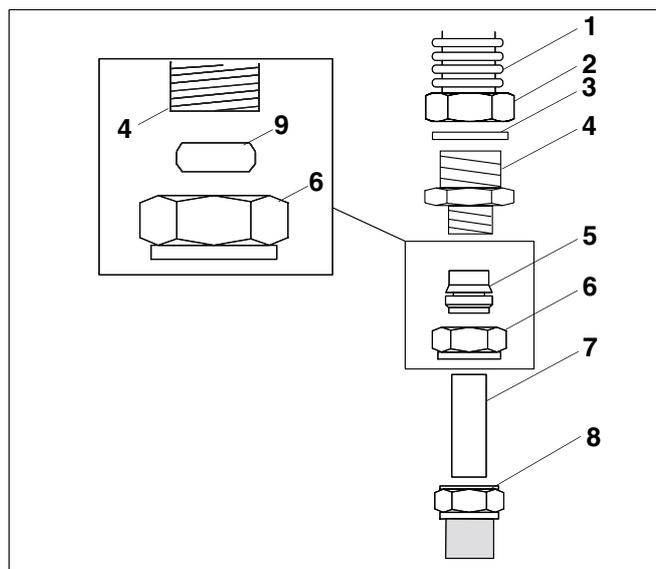

Fig. 6 Raccord Twin Tube DN 20 sur écrou-raccord avec bague de serrage 18 mm
- Placez le joint (fig. 6, **pos. 3**) dans l'écrou-raccord pré-monté Rp1 (fig. 6, **pos. 2**).
- Vissez l'écrou-raccord droit avec bague de serrage R1 × 22 mm (fig. 6, **pos. 4 et 6**) sur l'écrou-raccord pré-monté Rp1 (fig. 6, **pos. 2**) du flexible en inox (fig. 6, **pos. 1**).
- Bloquez l'écrou-raccord pré-monté Rp1 (fig. 6, **pos. 2**) avec l'écrou-raccord droit avec bague de serrage R1 × 22 mm (fig. 6, **pos. 4**) à l'aide d'une clé plate appropriée.
- Remplacez l'anneau de serrage 22 mm du raccord-union (fig. 6, **pos. 9**) par l'embout de réduction 22 × 18 mm (fig. 6, **pos. 5**).
- Raccourcissez correctement le tube en cuivre Ø 18 mm (fig. 6, **pos. 7**) pour pouvoir insérer les 2–3 cm dans les écrous-raccords (fig. 6, **pos. 4, 8 et 6**).
- Insérez le tube en cuivre raccourci Ø 18 mm (fig. 6, **pos. 7**) entièrement jusqu'à la butée dans l'écrou-raccord avec bague de serrage. Les embouts de réduction 22 × 18 mm (fig. 6, **pos. 5**) doivent entièrement entourer les tubes en cuivre Ø 18 mm.